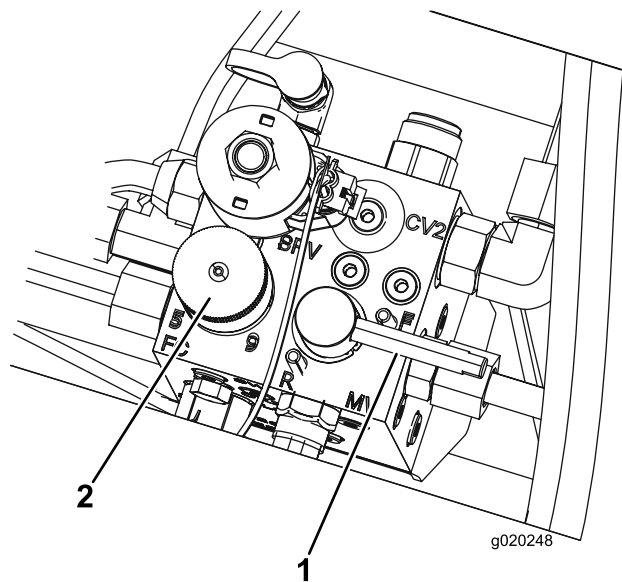

Figura 97
5. Impostate la manopola di comando della velocità dei cilindri in posizione 1 (Figura 97).
6. Spostate la leva di lappatura in posizione R (lappatura) (Figura 97).